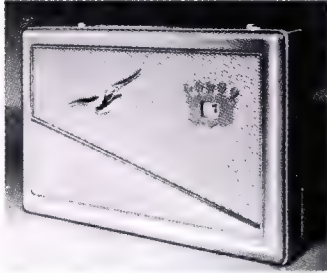

Bild 1. Transistor-Taschensuper TS 8758
**Transistor-Taschensuper TS 8758.** An diesem Gerät fällt zuerst das elegante und geschmackvoll gestaltete Gehäuse (Bild 1) auf. Es besteht nicht aus Kunststoff, sondern ist mit Safianleder überzogen und mit echter Goldprägung versehen. Verschiedene Farben, wie Koralle, Weinrot, Fla-